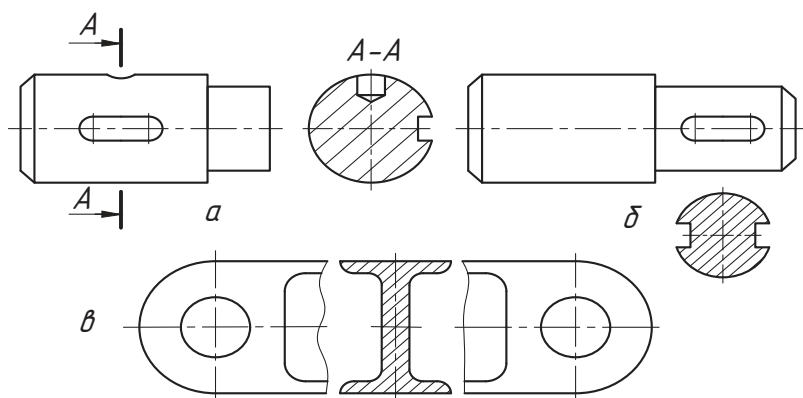

Рис. 78. Вынесенные сечения
- ◆ непосредственно в проекционной связи (рис. 78, а);
- ◆ на продолжении линии сечения (если предмет симметричен). При этом линию сечения показывают штрихпунктирной линией (рис. 78, б).
- ◆ в разрыве между частями вида; при этом условный разрез на виде ограничивают тонкой волнистой линией (рис. 78, в).
Если фигура сечения симметричная, то вынесенное сечение может располагаться на продолжении линии сечения, которую показывают штрихпунктирной линией. Стрелками и буквами такое сечение не обозначают (см. рис. 78, б, в).